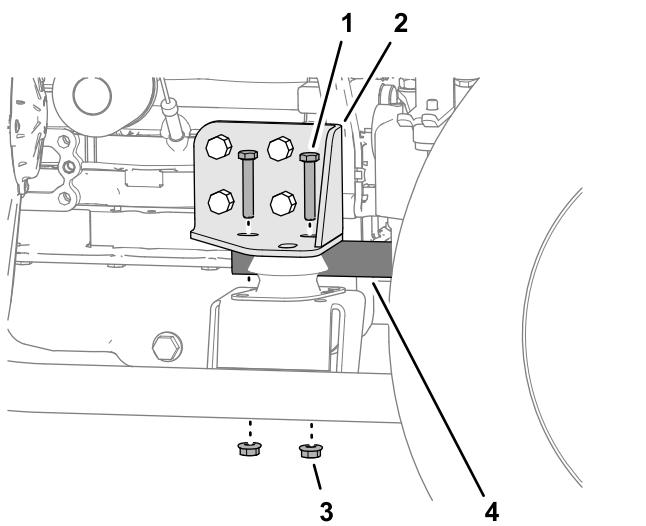

図 91
6. 右側エンジンマウントに回転防止チューブを固定しているボルト2本とナット2個を取り外す図 91。